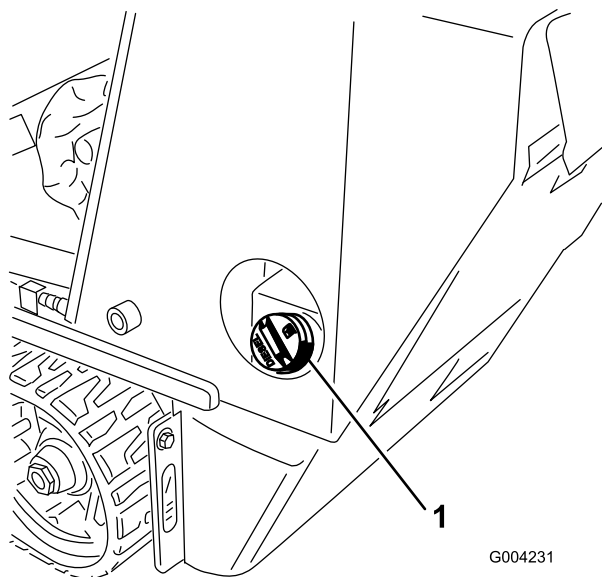

Figura 16
1. Rimuovete il tappo dal serbatoio del carburante (Figura 16).